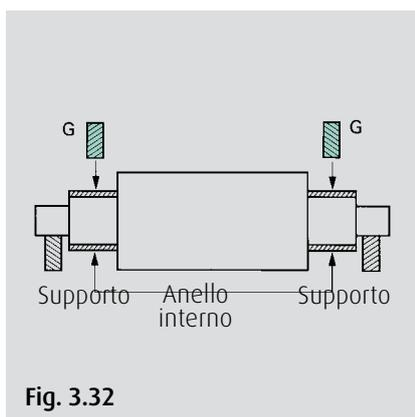

Fig. 3.32
3. Rettificare la pista di rotolamento dell'anello interno montato sul collo del cilindro. (In questo caso il Servizio Tecnico NSK indicherà le dimensioni di finitura e la rugosità della superficie della pista di rotolamento). (Fig. 3.32)